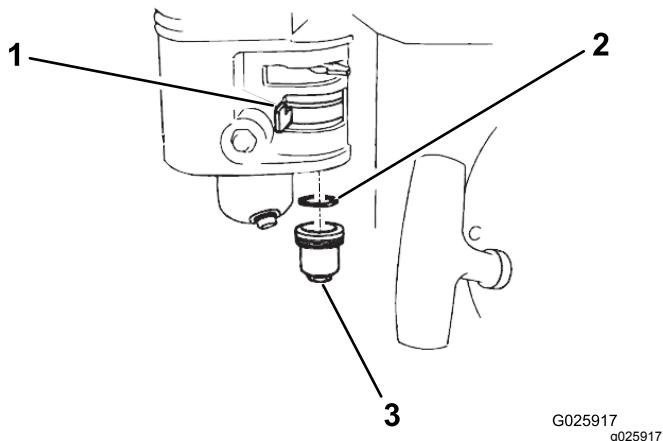

Figure 35
- Amenez le robinet d'arrivée de carburant en position FERMÉE, puis déposez la cuvette de décantation et le joint torique (Figure 35).